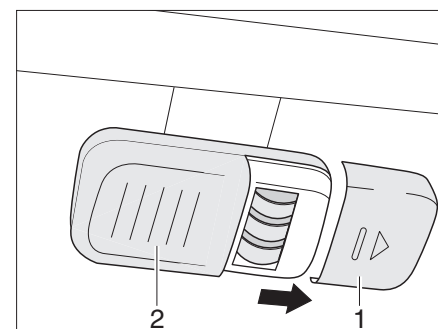

Fig. 267 Lámpara del armario ropero con LED, compartimiento de la batería abierto
- Sacar las baterías (Fig. 267,2) del portador de la batería.
- Meter nuevas baterías (Fig. 267,2) del mismo tipo con la polarización correcta (+/-).
- Deslizar de nuevo la tapa (Fig. 267,1).